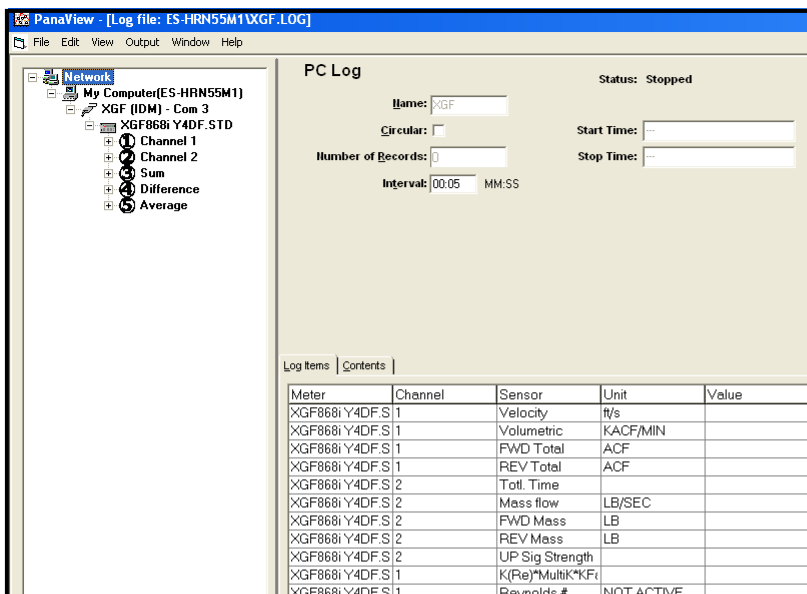

Figura 21: Conteúdo típico do registro
- Clique na guia *Contents* (Conteúdo) (consulte a *Figura 21 na página 51*) para obter uma lista de todos os pontos de dados registrados até a data para o parâmetro atualmente destacado na guia *Log Items* (Itens do registro).
Lembre-se de que apenas dois parâmetros por canal podem ser representados graficamente e que os mesmos dois parâmetros devem ser representados graficamente para cada canal de uma exibição de gráfico multicanal. Quando terminar de visualizar o gráfico, clique no botão de opção **[Close]** (Fechar) para fechar a janela Graph (Gráfico) e deixar o registro em execução. Para revisar os detalhes do registro, clique na guia *Contents* (Conteúdo). A janela exibida será semelhante à *Figura 21* abaixo.
- Clique na guia *Log Items* (Itens do registro) (consulte a *Figura 21 na página 51*) para obter uma lista dos parâmetros especificados para registro.